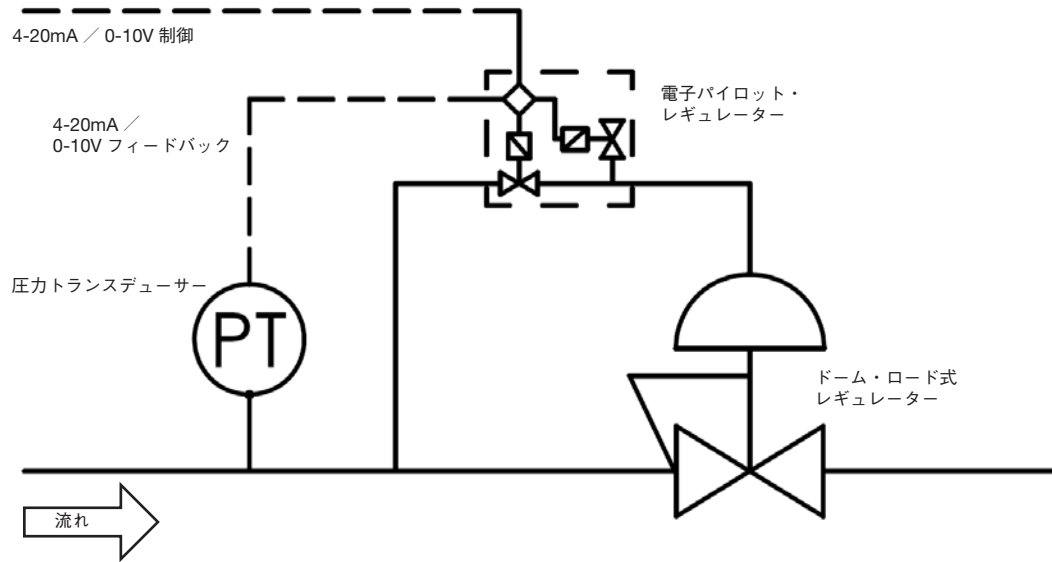

図 5
- **電子制御**：本セットアップでは、システム圧力から供給される電子パイロット・レギュレーターを、圧力トランスデューサーと併用することで、ドーム圧力を直接制御します(図5)。メイン・レギュレーターの設定圧力は、電子レギュレーターの二次側圧力による制限を受けます。本セットアップは、液体アプリケーションには適していません。